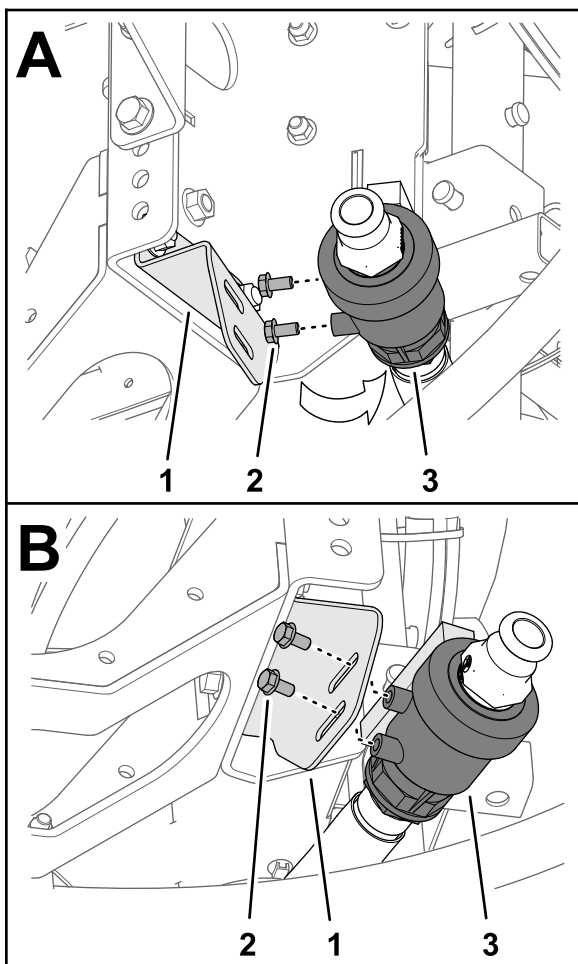

Figure 14
3. Retirez les 2 boulons à embase (5/16 x 5/8 po) du boîtier de la vanne de vidange (Figure 14).
4. Fixez la vanne de vidange sur son support (Figure 14) à l'aide des 2 boulons à embase (5/16 x 5/8 po) que vous avez retirés à l'opération 3.